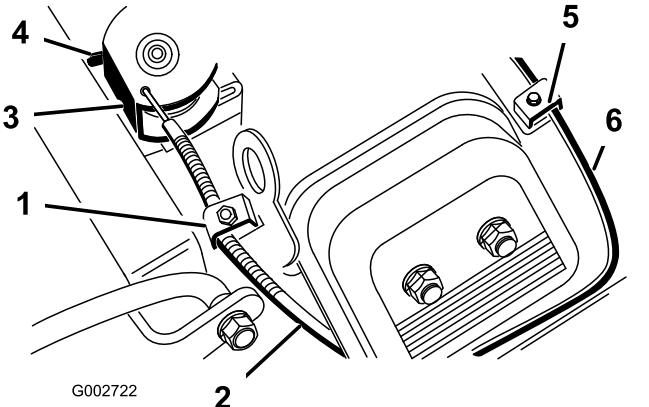

Figura 40
2. Allentate la vite del serrafile del cavo dell'acceleratore che fissa il cavo al motore (Figura 40).
4. Tirate con forza il cavo dell'acceleratore finché il retro della parte girevole non tocca il fermo (Figura 40).
2. Allentate la vite del serrafilo del cavo dello starter che fissa il cavo al motore (Figura 40).
4. Tirate con forza il cavo dello starter (Figura 40) finché la farfalla dello starter non è completamente chiusa, quindi serrate la vite del serrafilo.